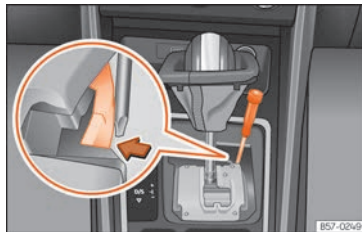

Abb. 90 Wählhebel: Notentriegeln aus der Parkstellung
- Drücken Sie seitlich mit Hilfe der flachen Seite des Schraubendrehers auf die gelbe Taste und halten Sie sie gedrückt »» » (Abb. 90).